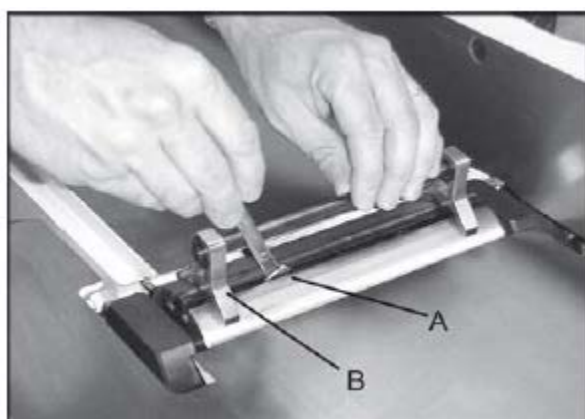
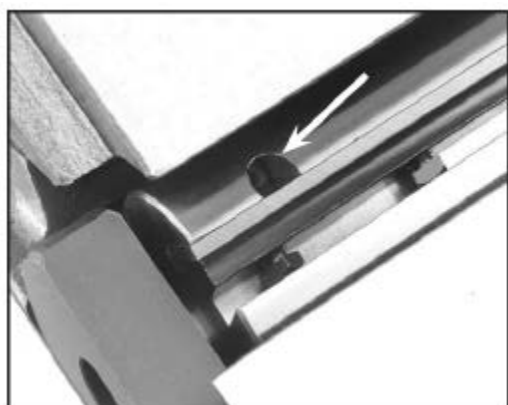

Рис. 12
Рис. 13
7. Если нож выше или ниже в одной из точек, ослабить болт прижимной планки режущего вала (рис. 12, А), вращая по часовой стрелке, глядя от подающего стола.
8. Поставить калибр для регулировки ножа (рис. 12, В) на режущий вал поверх ножа. Прижимными винтами через отверстия для доступа к ним (рис. 13), вращая их, поднять или опустить нож. После регулировки нож должен слегка касаться среднего выступа приспособления для регулировки ножей. Повторить операции 7-8 по остальным ножам.